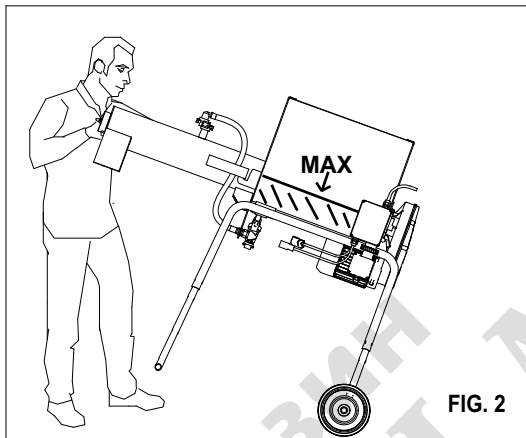
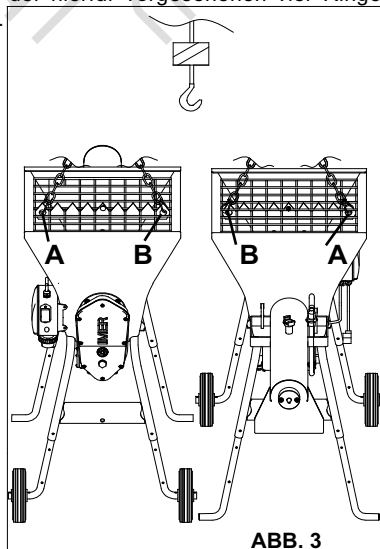

FIG. 2
ABB. 3
8. TRANSPORTIERBARKEIT (siehe Abb. 2 und Abb. 3)
Den Mixer an den Transportgriffen anheben und in die gewünschte Richtung schieben (Abb. 2).
- ACHTUNG! Die Maschine darf ausschließlich anhand der in Abb. 3 gezeigten Hubpunkte angehoben werden.
Die Maschine anhand der hierfür vorgesehenen vier Ringe transportieren (Abb. 3).